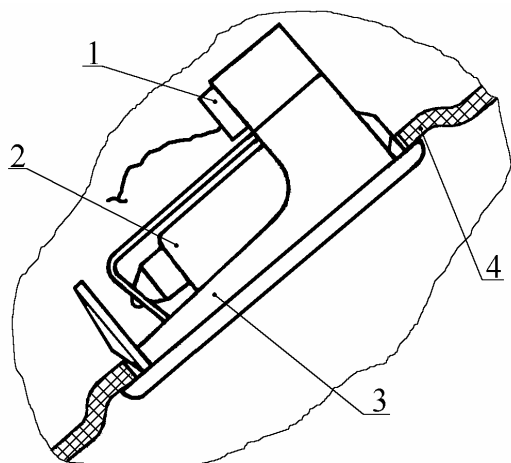

Рис. 34. Замена лампы подсветки зоны ног водителя:
8.14.1. Снять плафон 3 (рис.34) подсветки зоны ног водителя по п. 15.4.1.